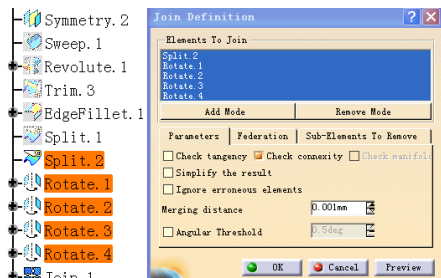
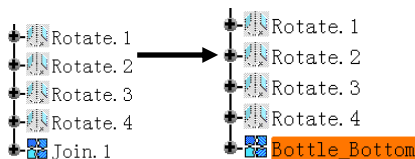

图 4-434
图 4-435
④ 完成曲面合并。如图 4-434 所示, 选择 Split.2 和刚刚建立的旋转面进行合并, 将合并结果重命名为 Bottle_Bottom, 如图 4-435 所示。